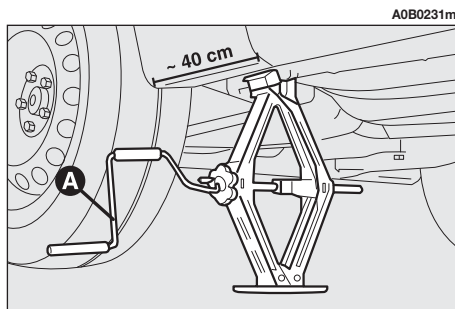
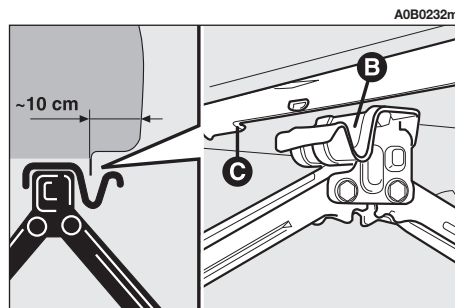

fig. 5
fig. 6
- Azionare la manovella (A-fig. 5), in modo da distendere il cric, sin quando la scanalatura (B-fig. 6) sulla parte superiore del cric si inserisce correttamente sul profilo inferiore della scocca (C-fig. 6) a circa 40 cm dal profilo del passaruota.